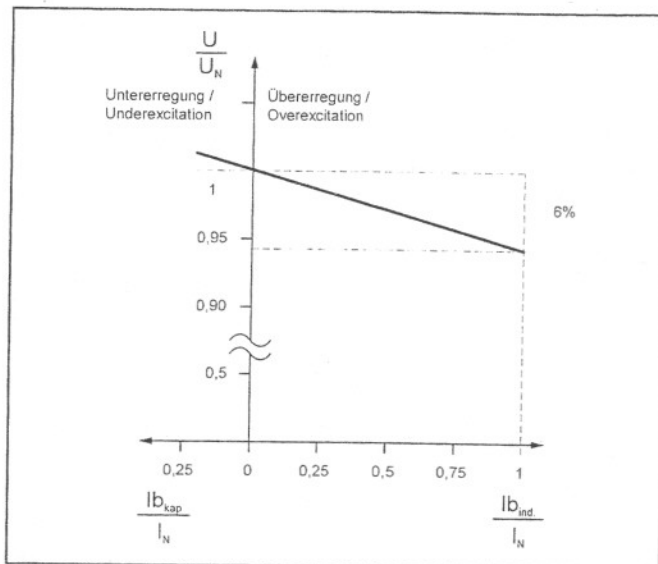

Рис.7-Статическая характеристика
**(Рис.7-Статическая характеристика)**